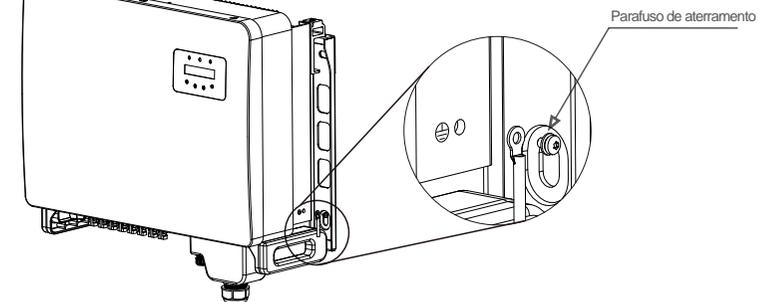

Figura 5.14 Fixação do cabo
6. Conecte o cabo de aterramento ao ponto de aterramento no dissipador de calor e aperte o parafuso do fio-terra com o torque de 3-4 Nm (veja a Figura 5.14).